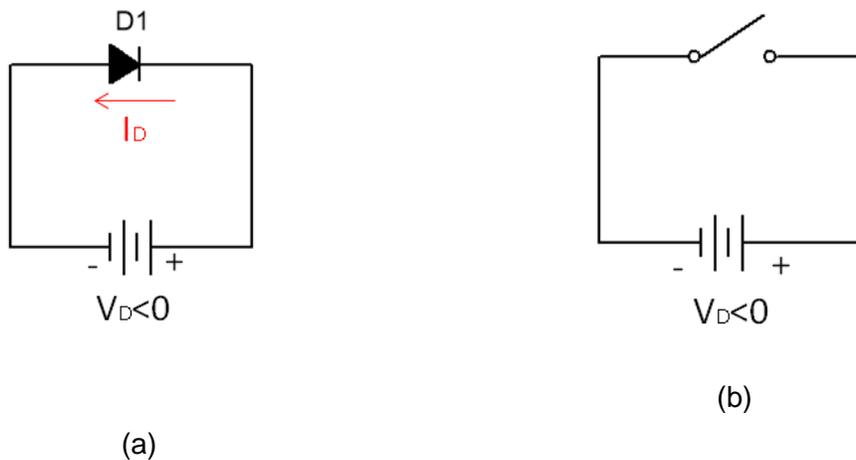

Figura 2.3. Diodo polarizado en inversa: (a) Conexión del diodo (b) Circuito Equivalente.
2. Diodo polarizado en inversa ($V_D < 0V$): Un diodo se encuentra polarizado en inversa cuando se conecta la terminal **p** a la terminal negativa de la fuente y la terminal **n** a la terminal positiva de la fuente. Si hacemos la analogía con un interruptor, se encontraría en estado abierto. Tenemos que tener en cuenta la corriente de saturación inversa (figura 2.3).